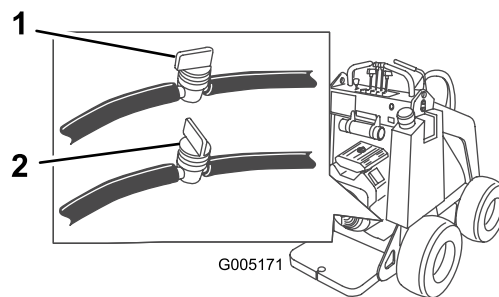

Figura 29
2. Cierre la válvula de combustible, situada debajo del depósito de combustible (Figura 29).
3. Cierre la válvula de combustible, situada en la manguera cerca del fondo del depósito de combustible (Figura 29).
8. Abra la válvula de combustible, situada en la manguera cerca de la parte inferior del depósito de combustible, según ilustrado: Figura 29.